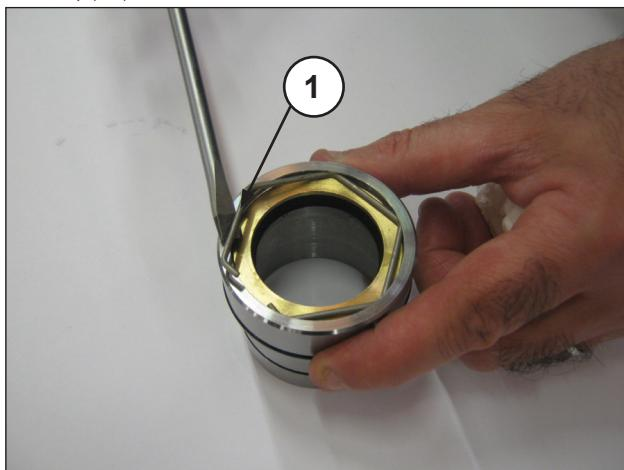
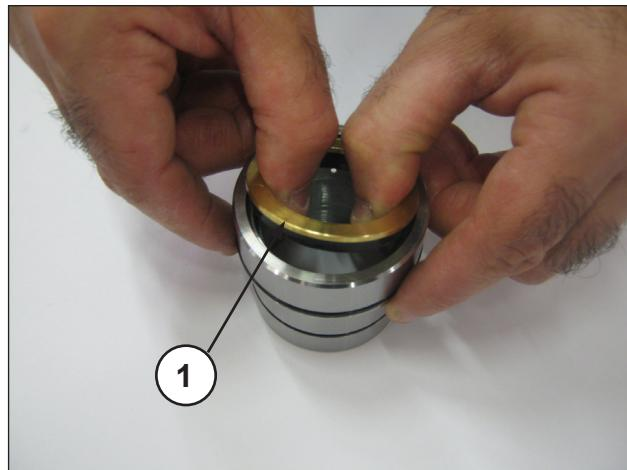

图27
图28
要拆除低压密封圈，必须拆除止动环（①，图27）和密封环（①，图28）。